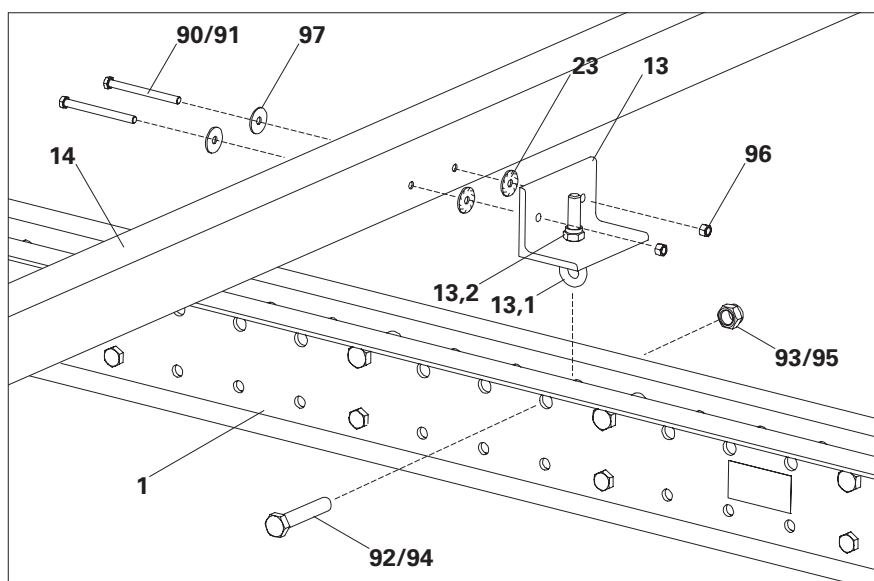

Fig. C3.01
(Fig. C3.01 + C3.02)
3. Se richiesto staticamente: martellare i connettori della piastra (**23**) in modo congruente nei fori della trave di delimitazione, sul lato dell'adattatore travetto. Fissare i connettori della piastra con i perni a filo. (Fig. C3.01)
4. A seconda della lunghezza di serraggio (altezza del travetto), inserire i bulloni M12 x 140 (**90**) o M12 x 240 (**91**) nei fori dell'adattatore del travetto e della trave di delimitazione. Fissare il bullone con la rondella (**97**) e il dado (**96**). (Fig. C3.01)